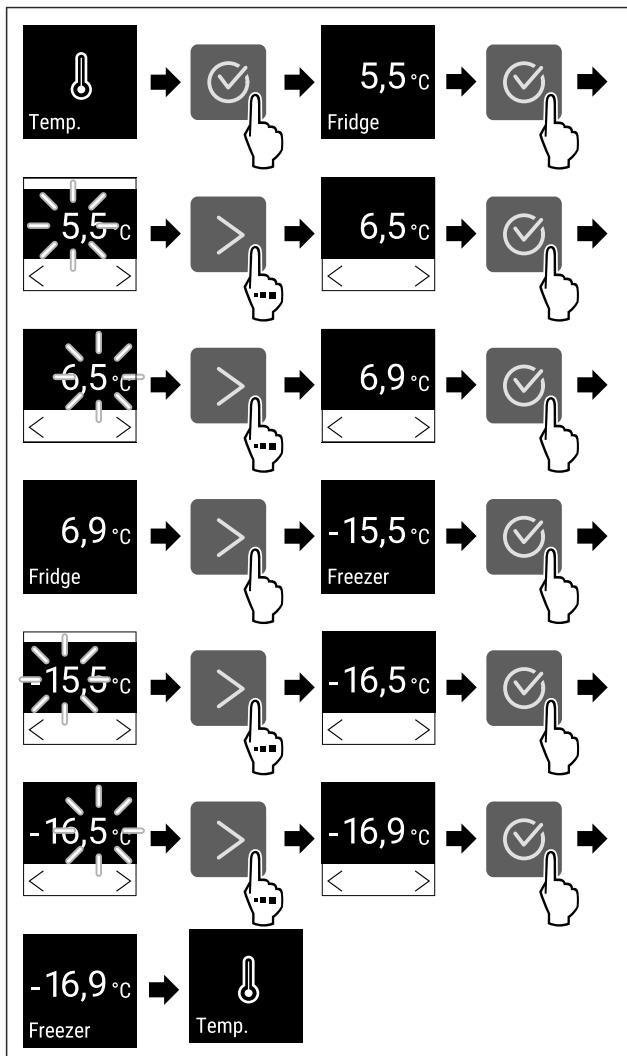

Fig. 88 Endre temperatur fra 5,5 °C til 6,9 °C og -15,5 °C til -16,9 °C
- Følg anvisningene (se Fig. 88).